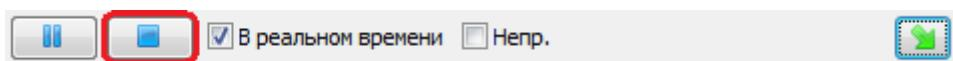

Рис. 3.16 Кнопка «Остановить воспроизведение сигналов»
15. Остановить воспроизведение записи, нажав на кнопку «Остановить воспроизведение сигналов» (Рис. 3.16) в программе «Воспроизведение сигналов».